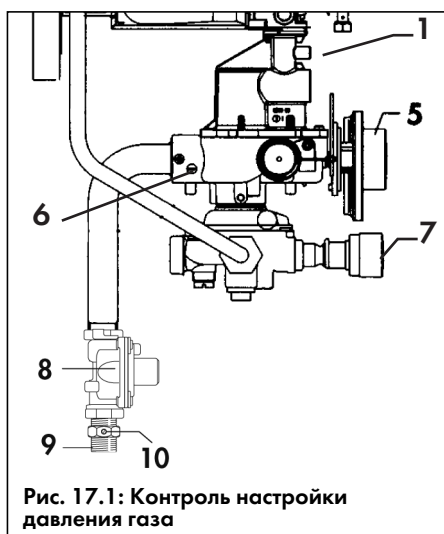

Рис. 17.1: Контроль настройки давления газа
- Замените клапан вентиля (11) и прокладку корпуса (16) на соответствующие из комплекта для перенастройки и вставьте их вместе с прежней пружинной (9) в
- Установите крышку (15) обратно, крепко затянув её 4 винтами (14).
- Открутите винты (12) и снимите крышку (13) с газовой арматуры (крышка подпружинена).
- Вытащите прокладку корпуса (20), пружину клапана модуляции (17) и клапан модуляции (18).
- Замените клапан (18) и прокладку корпуса (20) на соответствующие из комплекта для перенастройки и вставьте их вместе с прежней пружинной (17) в газovou арматуру. Обратите внимание на правильное положение уплотнительной прокладки.
- Установите крышку (13) обратно, крепко затянув её винтами (12).
- Установите коллектор (2) с соплами и соберите горелку.
- Подсоедините U-образный манометр к штуцеру для измерения давления газа на соплах (1, рис. 17.1), вывернув из него винт.
- Подсоедините U-образный манометр к штуцеру для измерения давления газа на соплах (1, рис. 17.1), вывернув из него винт (рекомендуется U-образный манометр Vaillant № 99-0034).
- Запустите аппарат в работу на максимальной мощности согласно указаниям на стр. 9 и 10 и, вывернув регулятор температуры (7, рис. 17.1) до упора вправо, откройте возможно больший разбор горячей воды.
- Установите вращением установочного винта секторного дросселя (6, рис. 17.1) давление на соплах, указанное в таблице на стр. 25:
(1, рис. 17.1) для измерения давления газа на соплах.